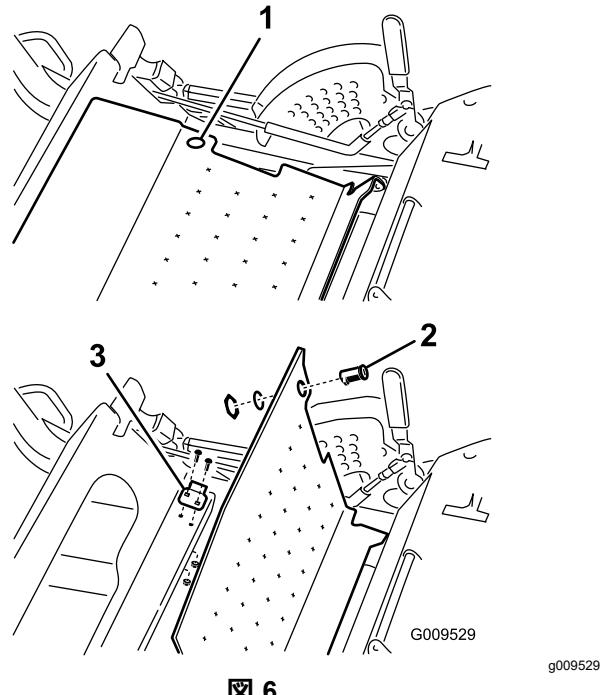

図 6
1. フロアプレートを持ち上げる図 6。
2. フロアプレートラッチをフレーム図 6に取り付けるキャリッジボルト $\frac{1}{4} \times \frac{3}{4}$ "2本とロックナット $\frac{1}{4}$ "2個を使用する。